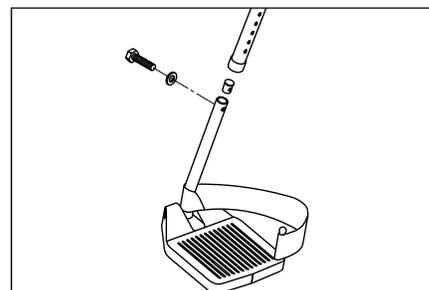

Abb. 5
Montage (Fig. 5)
- Stecken Sie den abschwengbaren Drehsockel in die Einsteckstelle vorn am Rahmenrohr, so dass die Fußstütze vor dem Rahmen nach vorn steht. (Fig. 5-A)
- Drehen Sie die Fußstütze nach innen, bis sie auf dem Verschlussbolzen einrastet. (Fig. 5-B)